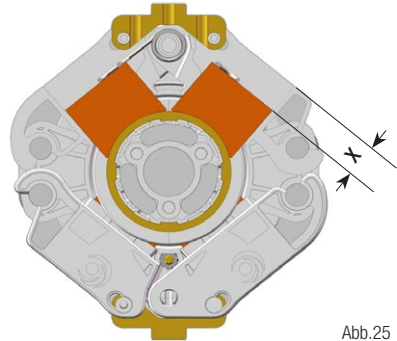

Abb.25
- Abnutzung der Stromabnehmer kontrollieren: Wenn  $X \geq 20$  mm, austauschen (Abb. 25).